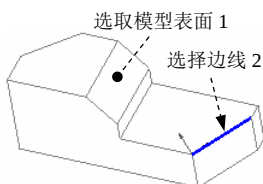

图 8.1.16 测量线与面间的角度
- (1) 选取图 8.1.16 所示的模型表面 1。
- (2) 按住 Ctrl 键，选取图 8.1.16 所示的边线 2。